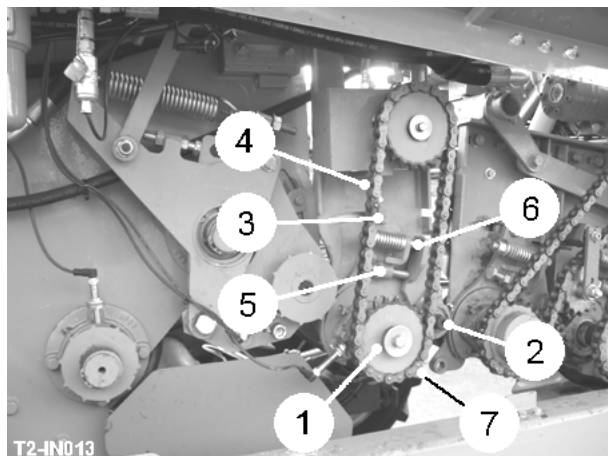

Fig 15
L'unité de l'alimentation de l'Oméga est placée immédiatement derrière le rouleau de l'haulm. L'unité consiste en une ligne de manuscrits du polyurethane (item 1, fig 15) et un rouleau (item 2, fig 15) d'Ø85mm mottes du caoutchouc. La 1ère unité est exécutée avec la motte rouleau qui tourne avec le courant de la récolte pour déplacer la récolte loin du rouleau de l'haulm. La vitesse de l'unité peut être ajustée du service écran terminal.
Pour mettre la hauteur de la motte rouleau (item 2, fig 15) relatif à l'arbre du manuscrit, défaites la pince verrouille (item 3, fig 15) et tourne la motte rouleau qui monte la plaque dans la fente comme exigé. Assurez les deux côtés sont ajustés également. La tension de la chaîne de la promenade est mise en diffusant le moteur monter des verrous et ajuster la vis mettant à niveau (item 4, fig 15).
La motte les rouleaux seront ajustés normalement pour exécuter approximativement 1 à 2 mm loin de la pointe des manuscrits pour enlèvement de l'haulm efficace. La motte que l'intervalle du rouleau est mis en ajustant l'arrêt verrouille (tem 5, fig 15) contre la tension du printemps sur la motte rouleau qui monte des plaques. La tension du printemps est ajustée sur les verrous de la cravate du printemps (item 6, fig 15).
Chaque motte que le rouleau est équipé avec un racloir (item 7, fig 15) qui a besoin d'être ajusté attentivement pour enlever sol dégagé des rouleaux.